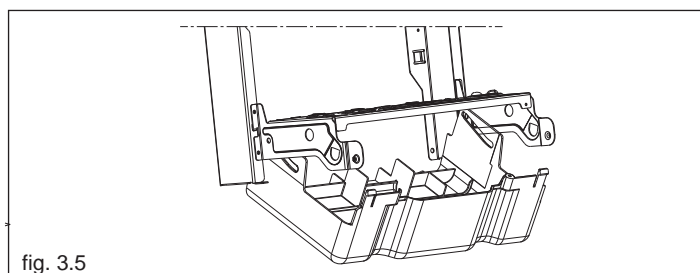

fig. 3.5
- posizionare la copertura raccordi in modo che le feritoie laterali si trovino in corrispondenza dei fori presenti sulla mensola (fig. 3.5)